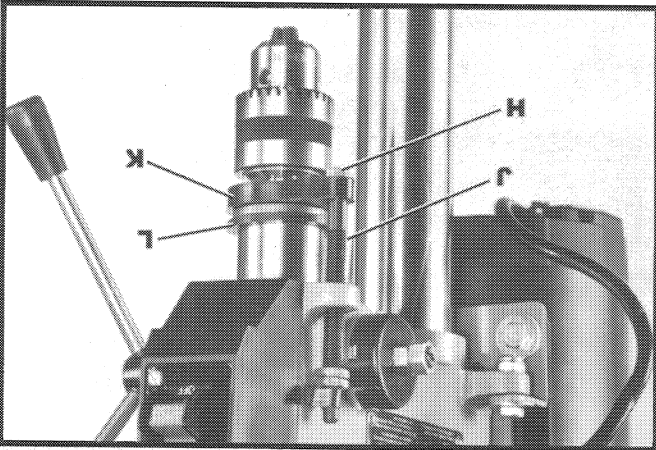

Fig. 6
PARA LAS TALADRADORAS DE BANCO DELTA DE 8 PULG. Y OTRAS TALADRADORAS PEQUEÑAS DE LA COMPETENCIA EQUIPADAS CON UNA VARA DE TOPE DE PROFUNDIDAD (J) FIG. 6.
6. Quite la tuerca (H) Fig. 6 del fondo de la vara de tope de profundidad (J) y quite la vara de tope de profundidad (L) y el anillo tórico (L) del ensamblado del árbol.